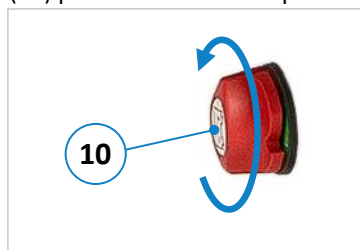

Figure 8 : retirer la poignée
- Tourner la poignée de l'interrupteur principal sur la position « OFF » (voir ⇒ Figure 8).